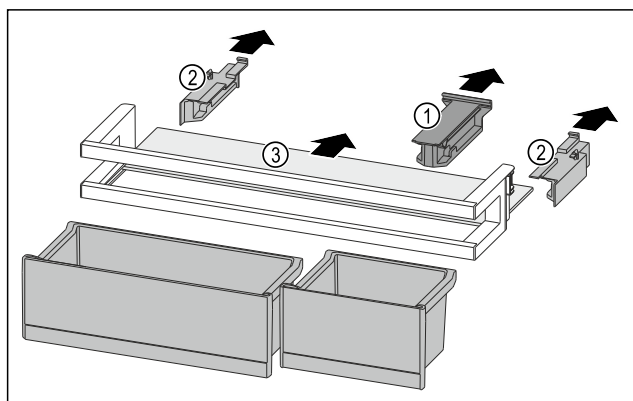

Fig. 140
- Витягніть кріпильний елемент Fig. 140 (1).
- Витягніть бічні елементи Fig. 140 (2).
- Дістаньте полицю Fig. 140 (3).